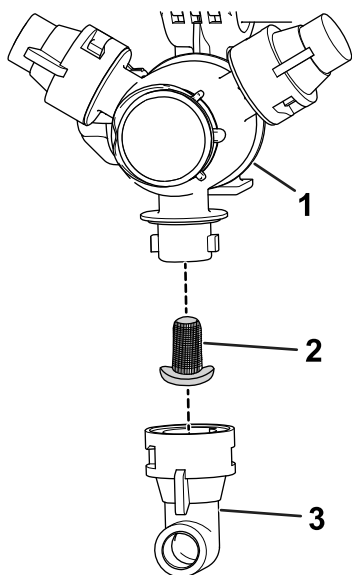

Рисунок 98
2. Снимите сопло с поворотной распылительной головки (Рисунок 98).
3. Снимите фильтр сопла (Рисунок 98).
5. Установите фильтр сопла (Рисунок 98).
6. Установите сопло на поворотную распылительную головку (Рисунок 98).